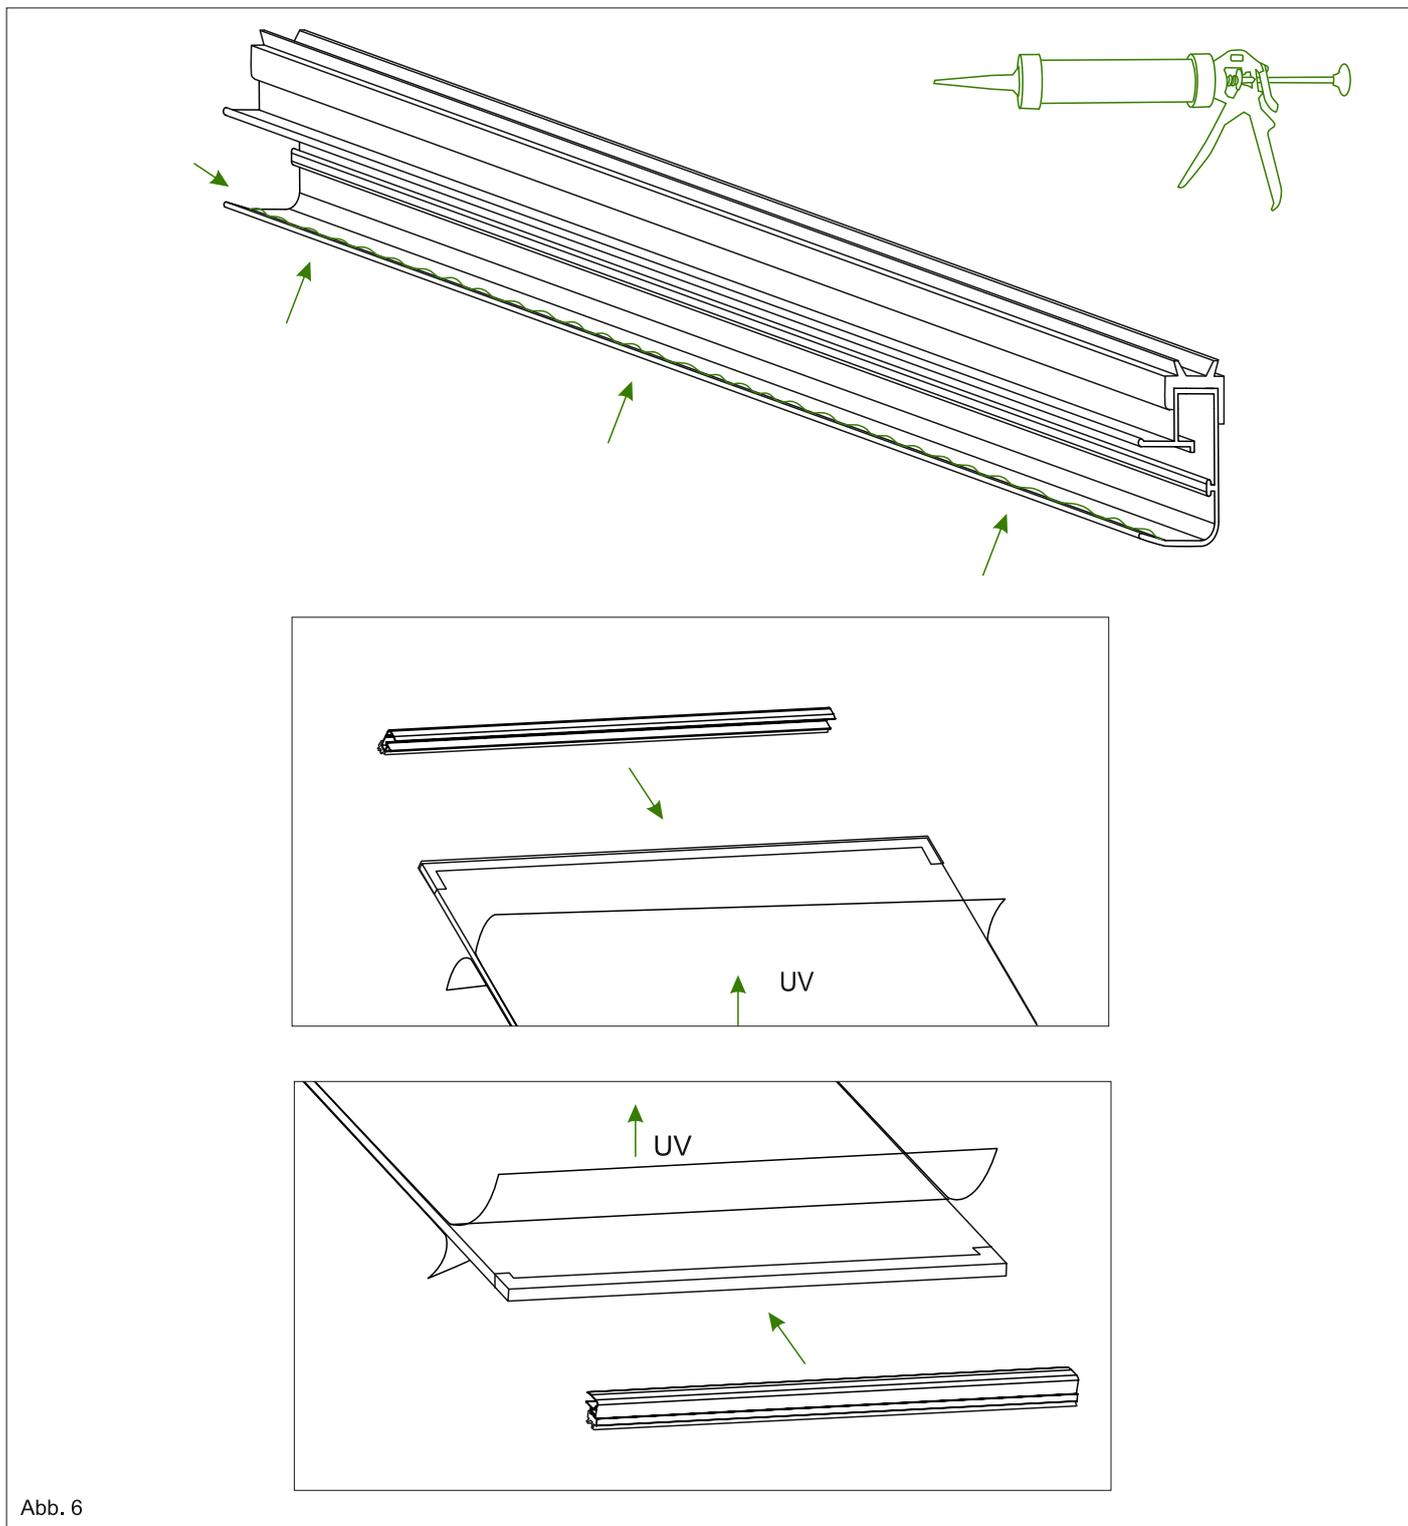

Abb. 6
3. Nehmen Sie die Klickleisten KL-A935 und KL-A980 und verteilen Sie eine dünne Schicht Silikondichtung auf der Innenseite des Kantenprofils (Siehe Bild). Befestigen Sie die auf jede Polycarbonatplatte jeweils eine Klickleiste KL-A935 auf einer Seite und eine KL-A980 auf der anderen Seite. Achten Sie dabei, dass die UV-Seite oben bleibt. Wiederholen Sie diesen Vorgang mit allen gelieferten Polycarbonatplatten. Siehe Abb. 6.
6. Knicken Sie überstehende Enden von den Wandprofildichtungen, die an dem Sparrenabdeckungen sitzen, nach unten und befestigen Sie den Abschlusswinkel mit jeweils 2 Bohrkopfschrauben an den Sparrenabdeckungen fest. Siehe Abb. 6.